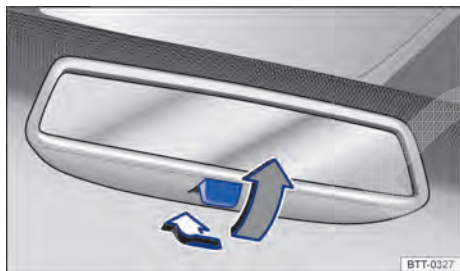

Fig. 92 No para-brisa: espelho retrovisor interno com antiofuscante manual.
- Para evitar o ofuscamento, puxar a alavanca para trás $\Rightarrow$ Fig. 92.